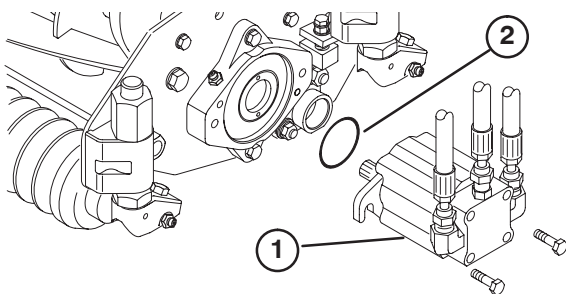

Bild 10
14. Montieren Sie den Motor am Antriebsende des Mähwerks und befestigen Sie ihn mit den zwei mitgelieferten Kopfschrauben (Bild 10).